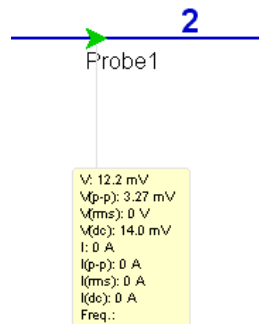

Figure E2-18. Sonde de mesures lors d'une simulation interactive
3. Cliquez sur le bouton interactif **simulate** or appuyez sur la touche **F5** de votre clavier. Notez qu'en faisant une simulation interactive, vous accédez directement aux valeurs de tension, courant et fréquence du nœud sur lequel se situe la sonde (voir Figure E2-18).